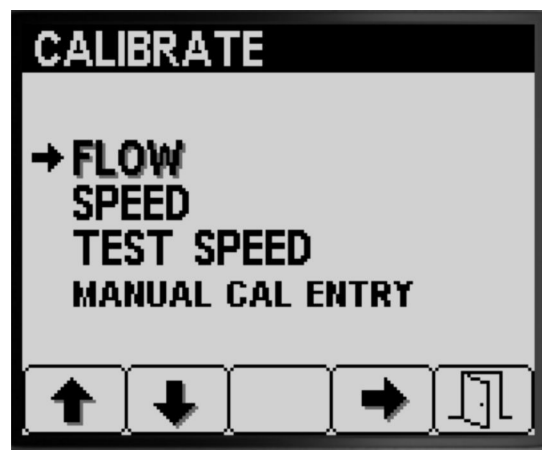

Figure 41
2. Appuyez sur le bouton 1 ou 2 du sous-menu ÉTALONNAGE pour naviguer jusqu'à l'option DÉBIT (Figure 41).
3. Appuyez sur le bouton 4 pour sélectionner l'option Étalonnage de débit (Figure 41).